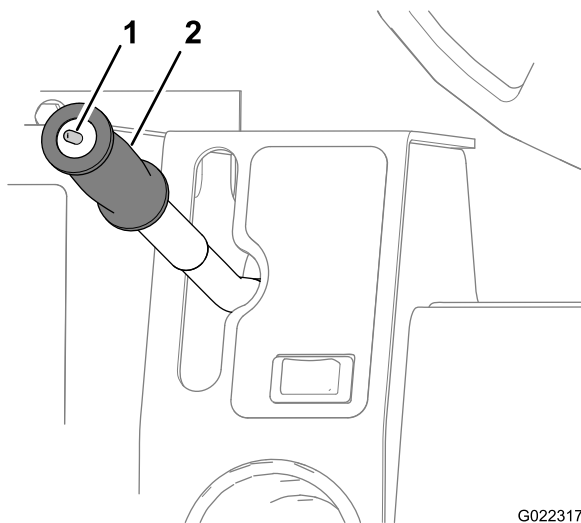

Figure 25
Cet interrupteur à bascule (Figure 25) commande le mode du moteur hydraulique et a 2 positions : transport et travail. Sélectionnez la position d'utilisation voulue. Poussez le sélecteur vers l'arrière (vers vous) pour sélectionner la vitesse de travail (W) ou poussez le sélecteur vers l'avant (loin de vous) pour sélectionner la vitesse de transport (T).